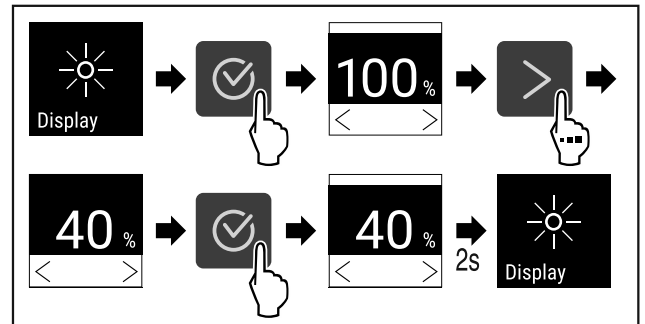

Fig. 78
- ▶ Handlungsschritte (siehe Fig. 78) durchführen.